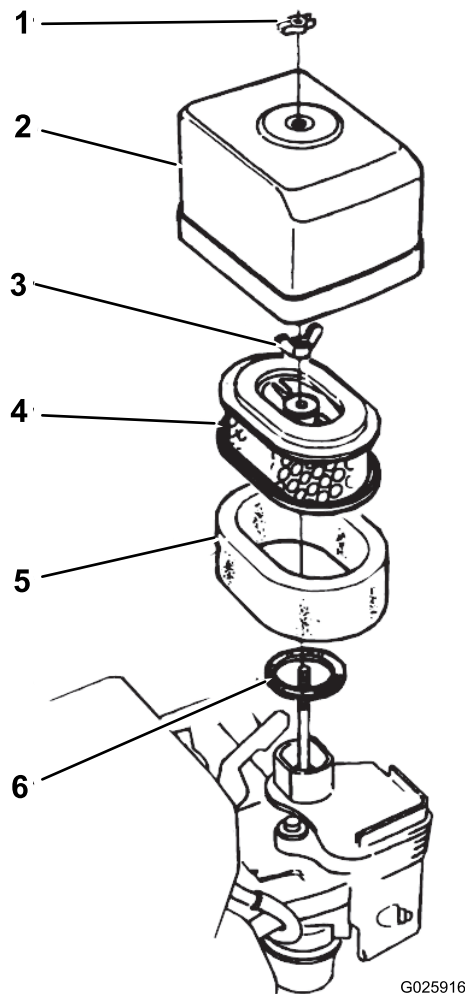

图30
2. 拧掉将空气滤清器盖固定到空气滤清器上的蝶型螺帽然后取下滤清器盖 图30。
5. 用蝶形螺母将空气滤清器盖安装到空气滤清器上 图 30。
1. 拧掉将空气滤清器盖固定到空气滤清器上的蝶型螺帽然后取下滤清器盖 图30。
2. 从空气滤清器上卸下蝶型螺帽然后取出滤清器 图30。
3. 从纸质滤芯上取下泡沫空气滤清器滤芯 图30。
1. 将泡沫空气滤清器滤芯安装到纸质滤芯上 图30。
2. 检查垫片是否磨损和损坏 图30。
3. 确保垫片放置在化油器的进气室上 图30。
4. 用蝶型螺母将空气滤清器滤芯安装到化油器 图30。
5. 用另一个蝶型螺母将空气滤清器盖安装到化油器 图30。